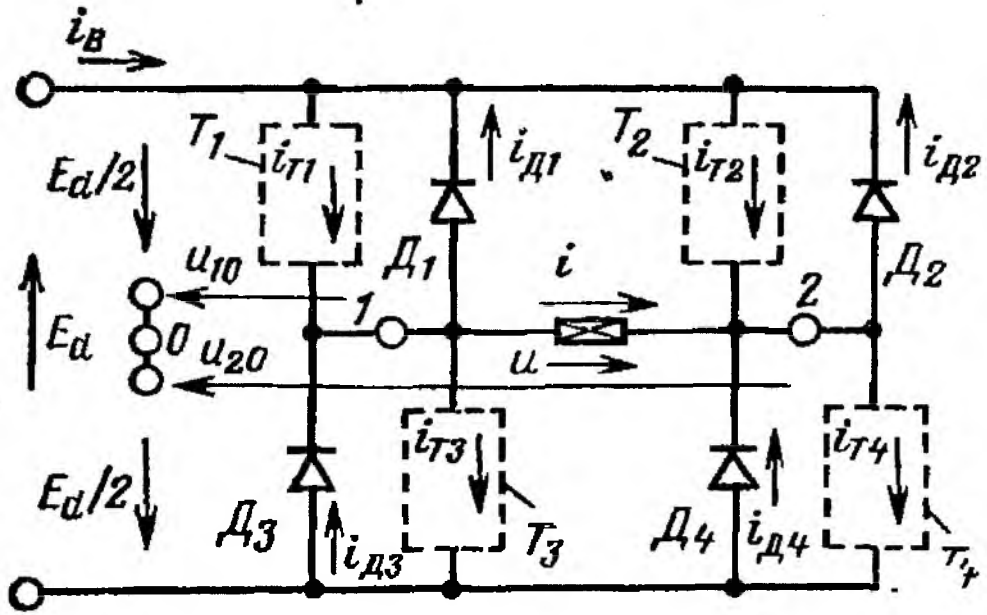

Рис. 15. Схема идеального однофазного мостового инвертора
19. На пары тиристоров $T_1 - T_4$ и $T_2 - T_3$ однофазного мостового инвертора подаются управляющие импульсы со сдвигом по фазе на 90° с целью регулирования напряжения. Тиристоры заменены диодами и ключами (рис. 15). Построить кривые напряжения u и токов i_D , i_T , и i_d и найти средние значения токов, если $E_d = 10$ В, $f = 100$ Гц и а) нагрузка $R = 1$ Ом, б) нагрузка $L = 1$ мГн. Вентили идеальные.